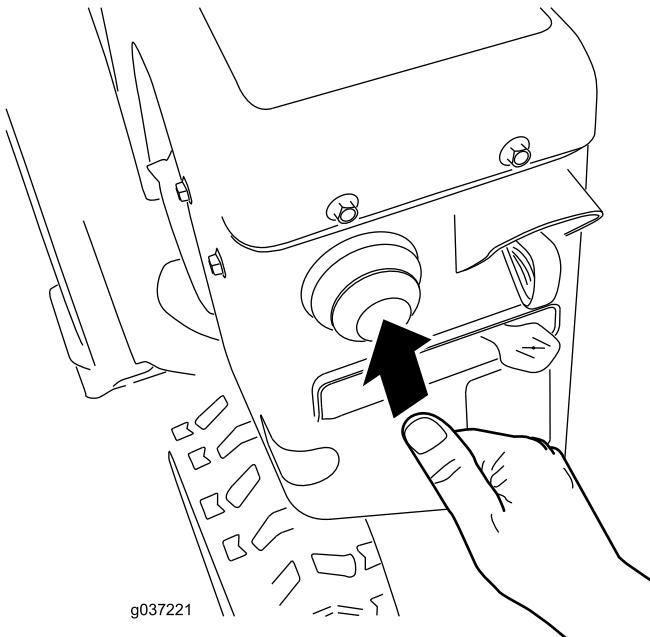

Figure 18
4. Appuyez fermement sur l'amorceur avec le pouce comme indiqué dans le tableau ci-dessous, en marquant une pause d'une seconde chaque fois (Figure 18).